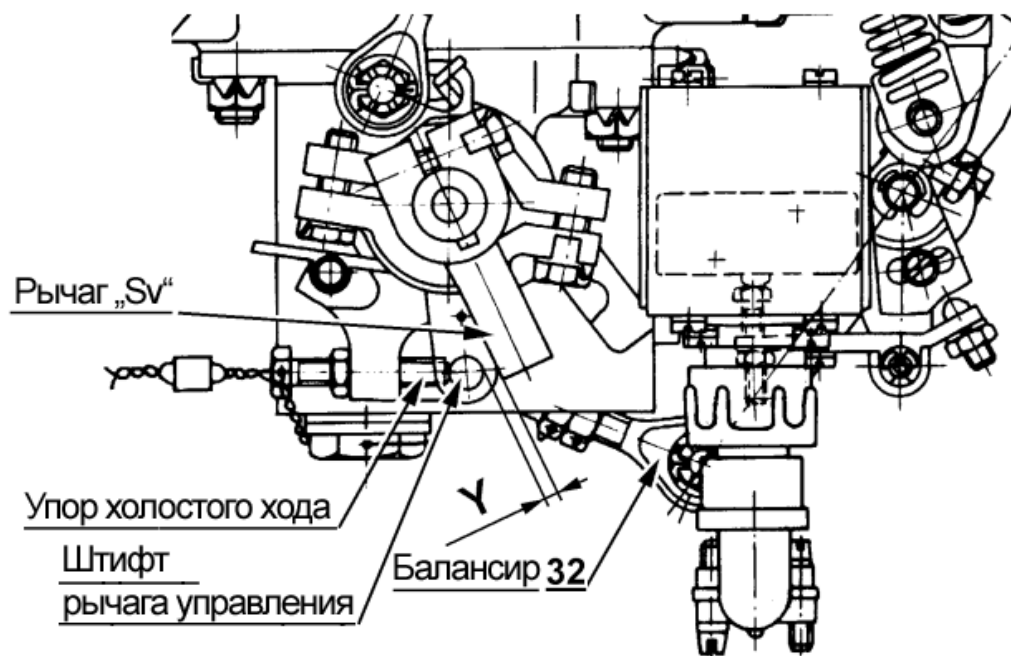

Рисунок 11-22 Регулировка размера "Y"
- 2 Рычаг "Bc" находится на стопоре холостого хода (Рисунок 11-22).